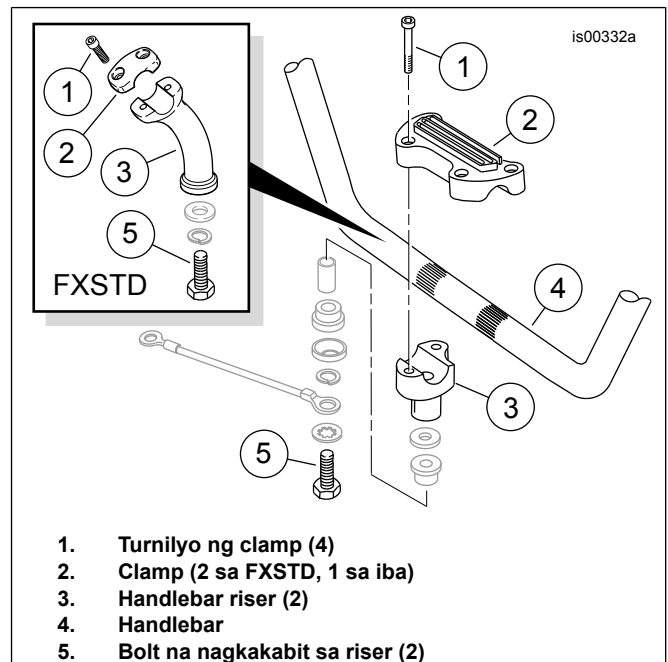
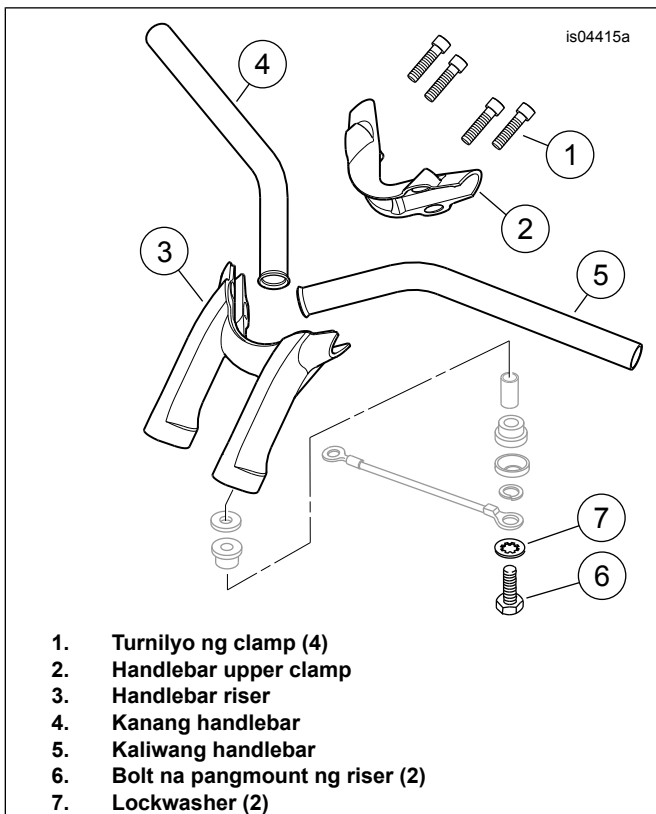

Figure 1. Mga Clamp at Riser ng Handlebar (Dyna at Softail na mga Modelo)
Figure 2. Handlebar Clamp at Riser (Rocker na mga Modelo)
9. Sumangguni sa manwal ng serbisyo para sa pagtatanggal ng assembly ng kanang bahagi na switch housing at harness (19). Kinakailangan ito upang ma-access ang mga kable ng throttle.
12. **Para sa lahat ng Dyna at Softail na modelo MALIBAN sa Rocker (FXCW/C):** Tingnan ang Figure 1 . Tanggalin at itapon ang mga turnilyo (1), pang-itaas na clamp (2) at handlebar (4). **Para sa mga Rocker na (FXCW/C) modelo:** Tingnan ang Figure 2 . Tanggalin at itapon ang apat na hex socket head na mga turnilyo (1) na nagkakabit sa pang-itaas na clamp ng handlebar (2) sa mga riser (3). Tanggalin at itapon ang clamp. Tanggalin ang mga handlebar (4 at 5) mula sa motorsiklo.
14. **Para sa lahat ng Dyna at Softail na modelo MALIBAN sa Rocker (FXCW/C):** Tingnan ang Figure 1 . Tanggalin ang dalawang pang-mount na bolt ng riser (5) mula sa ilalim ng pang-itaas na fork bracket. Tanggalin at itapon ang mga handlebar riser (3), ngunit itabi ang natitirang riser isolation hardware para sa pagkakabit mamaya. **Para sa mga Rocker na (FXCW/C) modelo:** Tingnan ang Figure 2 . Tanggalin at itapon ang dalawang pang-mount na bolt ng riser (6) at mga lockwasher (7) mula sa ilalim ng pang-itaas na fork bracket. Tanggalin at itapon ang mga handlebar riser (3), ngunit itabi ang natitirang riser isolation hardware para sa pagkakabit mamaya. **Para sa lahat ng Dyna at Softail na modelo:** Magpatuloy sa "PANLOOB NA PAGKAKABLE NG BAGONG HANDLEBAR" .